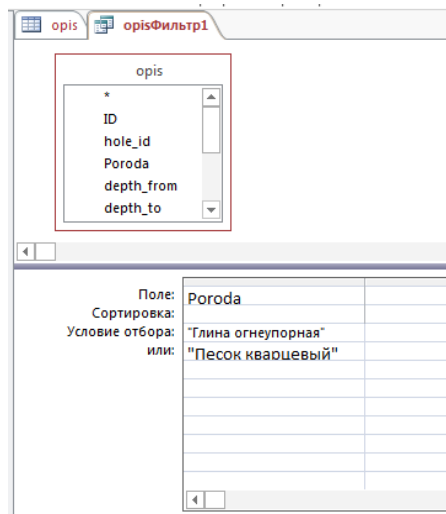

Рис. 14. Вікно розширеного фільтру з уведеними критеріями пошуку
4. У рядок или у комірку цього ж стовпця ввести друге значення критерію – *Песок кварцевый*. Два критерії будуть зв'язані логічною функцією АБО (рис. 14).